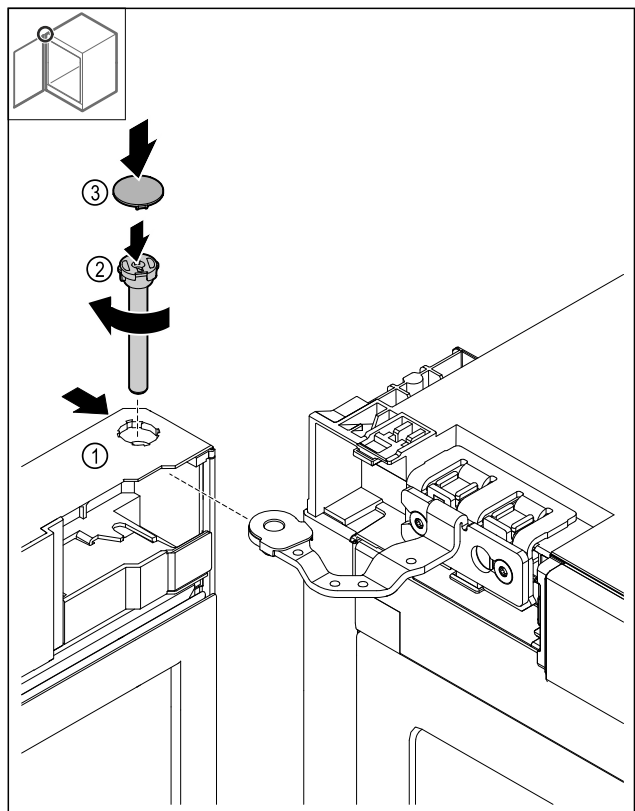

Fig. 47
- ▶ Skjut på dörren Fig. 47 (1) upptill på gångjärnet.
- ▶ Sätt in stiftet Fig. 47 (2) och skruva fast det medurs.
- ▶ Sätt på skyddet Fig. 47 (4).